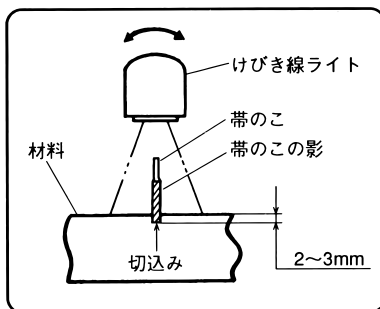

図 29
(1) 本機で材料に約 2 ～ 3 mm の切込みを入れます。（図 29）
(2) 材料をそのままの状態、帯のこを材料から約 100mm の高さまで上昇させます。
(3) けびき線ライトを点灯し、けびき線ライトを上下左右に振り、帯のこの影と切込み位置を合わせます。（図 29）
（図 29）